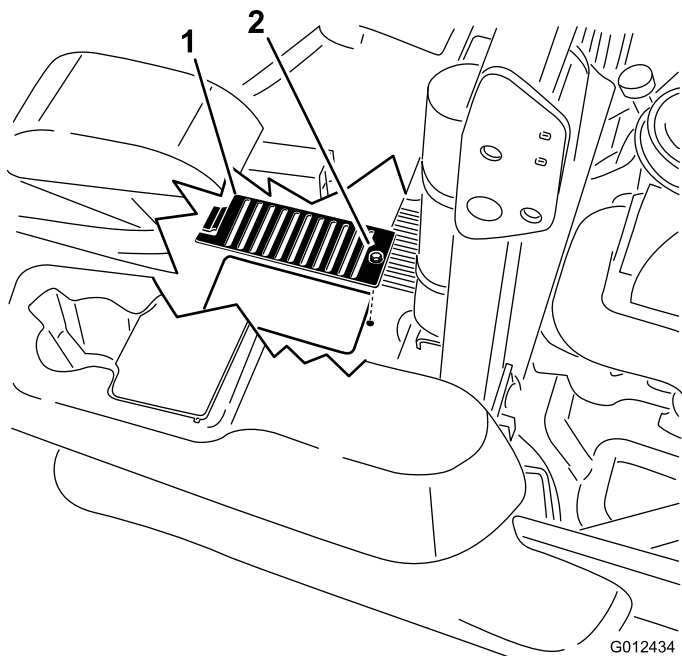

Figure 70
6. Au-dessus de chaque jauge, retirez le couvercle ainsi que le boulon fixé dessus. Nettoyez la surface autour de chaque jauge et unité hydraulique (Figure 70).